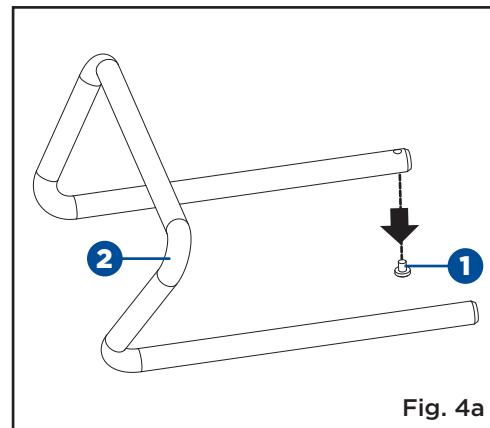

Fig. 4a
MONTAGE DES RALLONGES (FIG. 4a-4b)
- Desserrez les vis (1) situées à l'extrémité de la rallonge gauche (2) à l'aide d'un tournevis à tête cruciforme (non fourni). (Fig. 4a)
- Desserrez la molette de verrouillage de rallonge (3) à l'arrière de la scie.
- Faites glisser une rallonge (2) dans les trous de la base, puis serrez la molette de verrouillage et les vis.